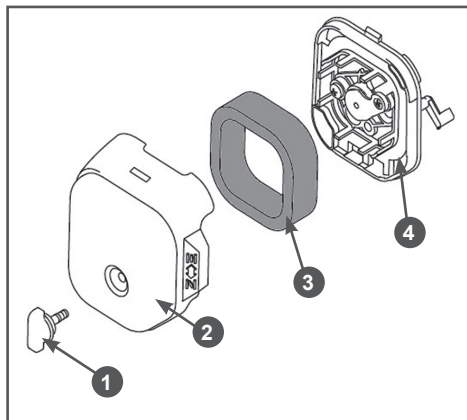

Рис. 11 Обслуживание воздушного фильтра
1. Открутите гайку 1 и снимите крышку 2 воздушного фильтра (Рис. 11).
2. Извлеките из корпуса 4 поролоновый фильтрующий элемент 3 (Рис. 11).